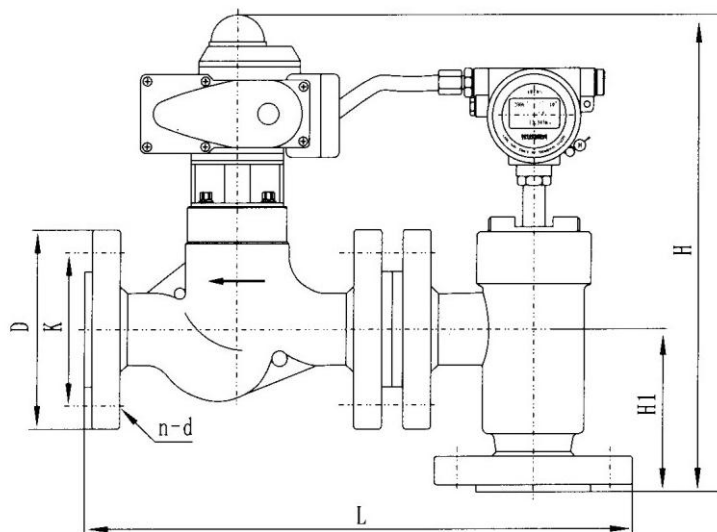

图7 角式的规格及外型尺寸
2、LDZ 型流量自动控制装置角式的规格及外型尺寸（见表 3 和图 7）